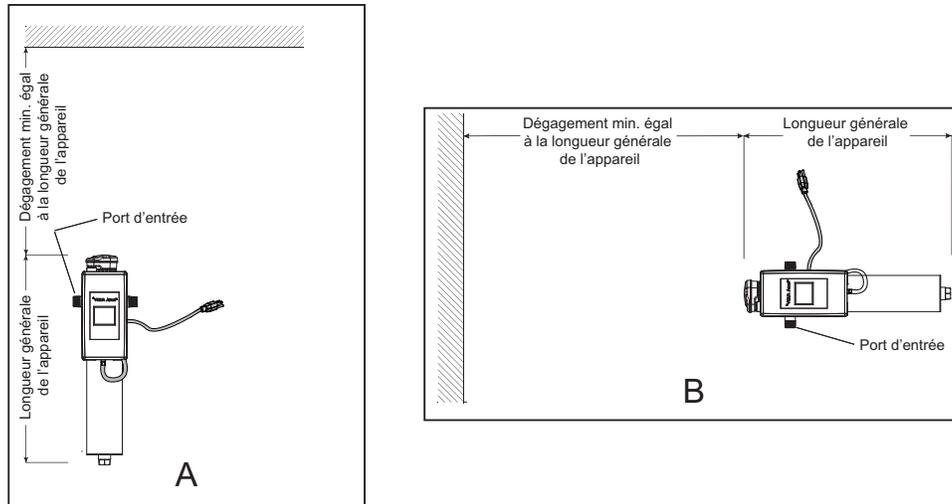

Figure 4 Installation du système UV – Verticale et horizontale
2. Sélectionnez un emplacement approprié pour le système UV et ses composants associés. Comme il est recommandé d'installer un DDFT, assurez-vous que cela est pris en considération avant toute installation. Le système peut être installé soit verticalement comme indiqué en Figure 4 A, soit horizontalement comme indiqué en Figure 4 B. Cependant, l'installation verticale est la méthode la plus préférée. Lors de la sélection d'un emplacement de montage, laissez suffisamment d'espace pour permettre le retrait de la lampe UV (laissez généralement un espace égal à la taille de la chambre UV elle-même).